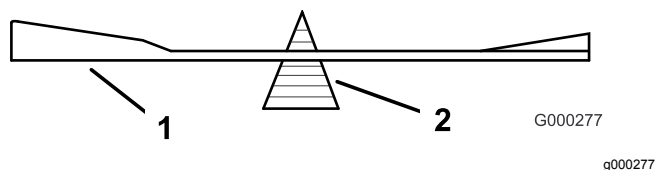

Figura 107
- Verifique el equilibrio de la cuchilla colocándola sobre un equilibrador de cuchillas (Figura 107).